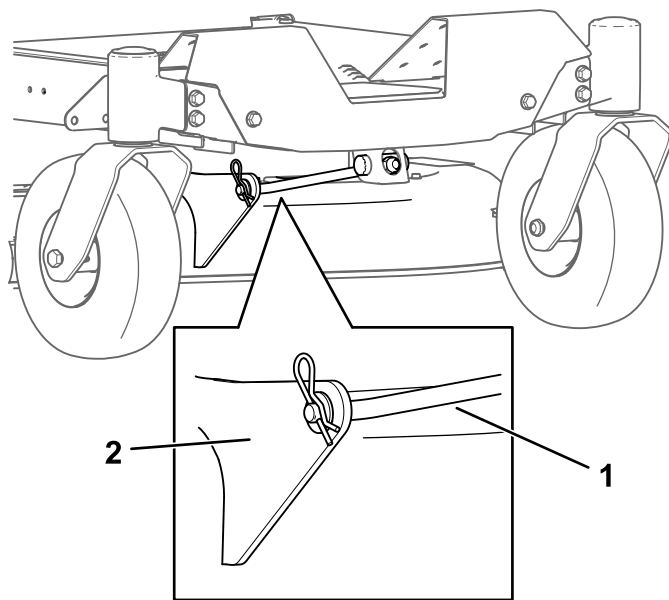

Figura 72
4. Retire la chaveta de la varilla de soporte delantera y retire la varilla del soporte de la carcasa (**Figura 72**).
8. Conecte la varilla de soporte delantera a la carcasa de corte con el pasador y la chaveta (Figura 72).